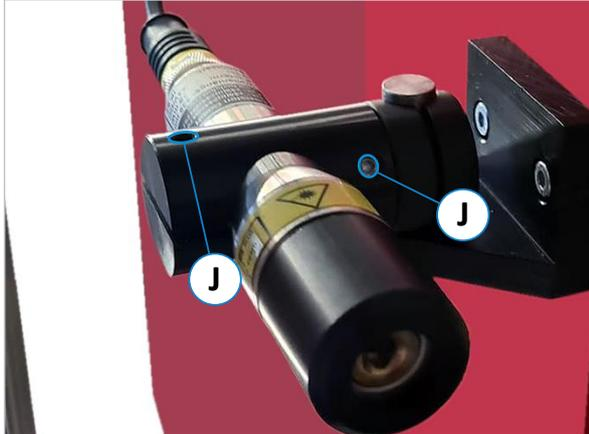

Figura 36: Dispositivo laser
➔ Utilizar os dois parafusos de regulação (J) indicados na ⇨ Figura 36 para o reajustamento.